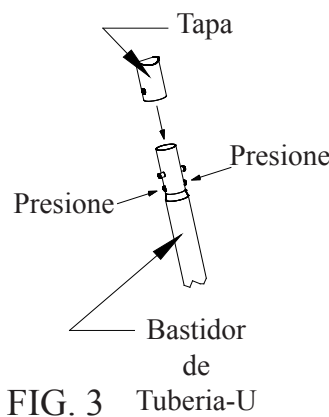

FIG. 3 Tubería-U
3. Ahora localice los bastidores para la tubería-U. Cada extremo de la tubería-U tiene una tapa que deberá instalarse. Localice las tapas de la tubería e instálelas, presione los botones hacia dentro mientras inserta la tapa sobre el extremo de la tubería Fig. 3. Mire a través de los orificios en la tapa mientras la instala y ligeramente gire la tapa hasta que los botones se alineen con los orificios y se boten, fijando la tapa sobre el extremo de la tubería. Ahora, coloque la tubería-U a cada una de las aletas rectangulares a lo largo de la base de la alberca.